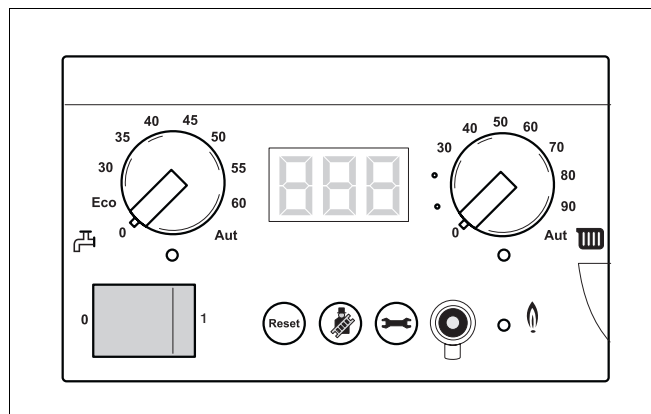

Fig. 78 Întrerupeți alimentarea cu tensiune a instalației de încălzire
- Întrerupeți alimentarea cu tensiune a instalației de încălzire (Fig. 78).